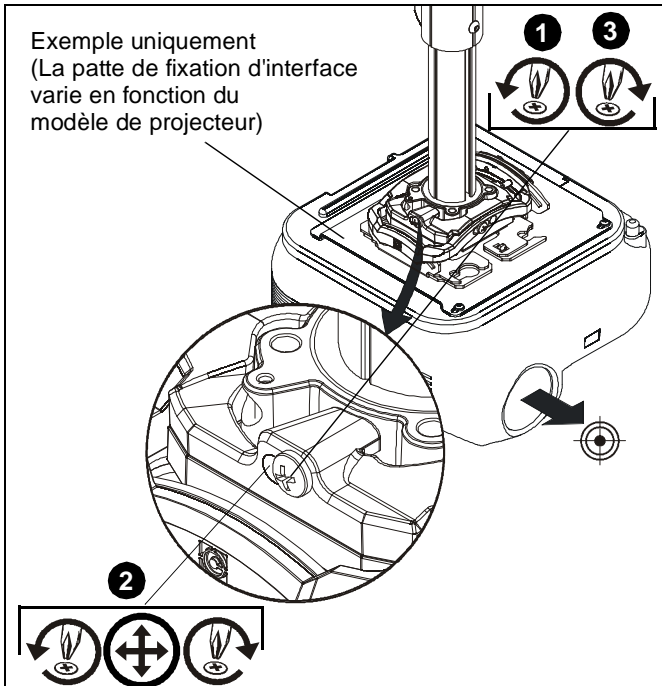

Figure 17
1. Desserrez la vis de blocage du réglage du lacet à l'aide d'un tournevis Phillips 2. (Voir la Figure 17)
2. Tournez la vis de réglage micrométrique du lacet vers la droite ou la gauche à l'aide d'un tournevis Phillips 2 jusqu'à ce que l'image soit correctement alignée sur la cible. (Voir la Figure 17)
3. Resserrez la vis de blocage du réglage du lacet à l'aide d'un tournevis Phillips 2. (Voir la Figure 17)